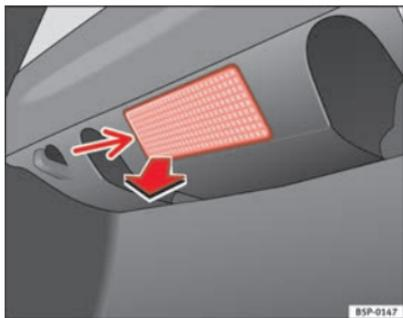

Fig. 152 Luz do porta-bagagens
- Extraia a tulipa premindo o rebordo da parte interior da mesma seta - com a ajuda da ponta de uma chave de fendas ⇒ fig. 152.